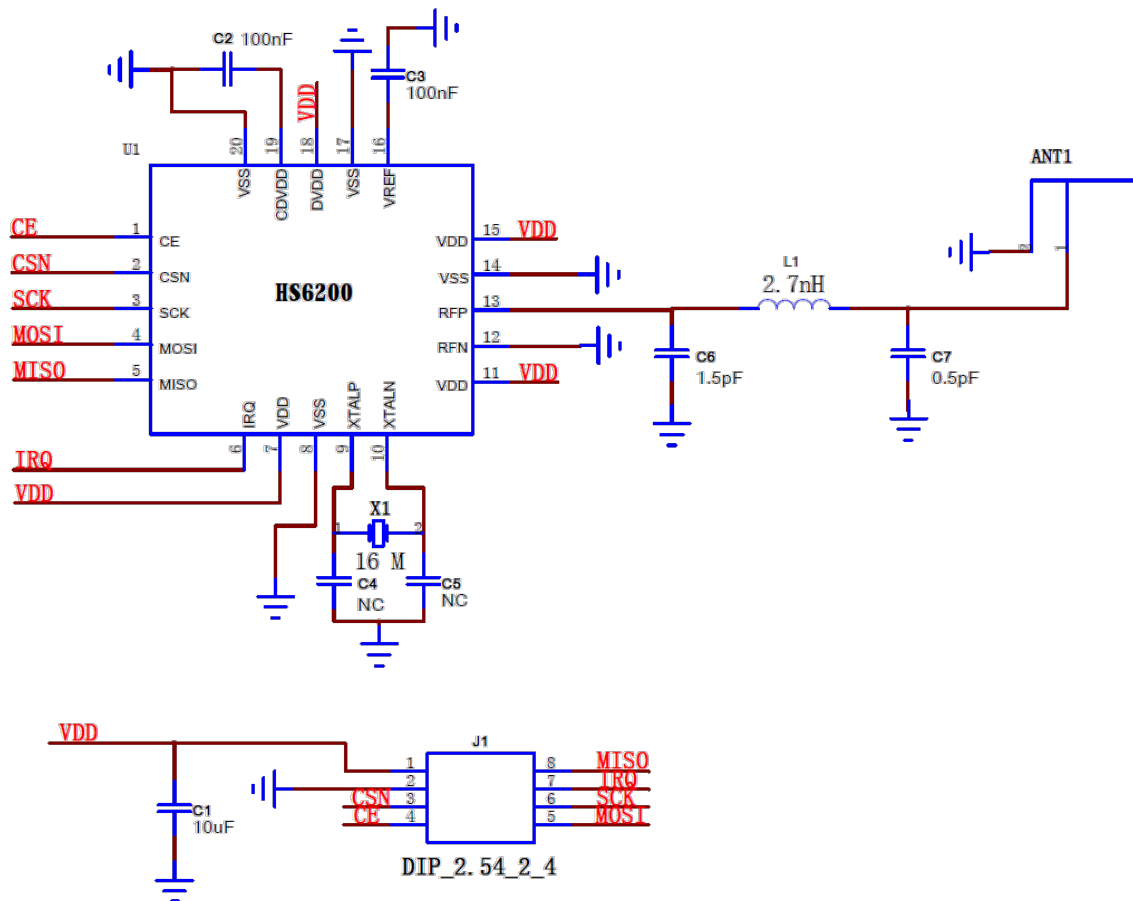

图 2.2 过 FCC/CE 原理图
(2) 要求过 FCC 或 CE 标准, 天线的匹配网络采用 3 个器件, C6, $C6=1.5\text{pF}$, C7, $C7=0.5\text{pF}$, L1, $L1=2.7\text{nH}$, 具体如图 2.2 所示。